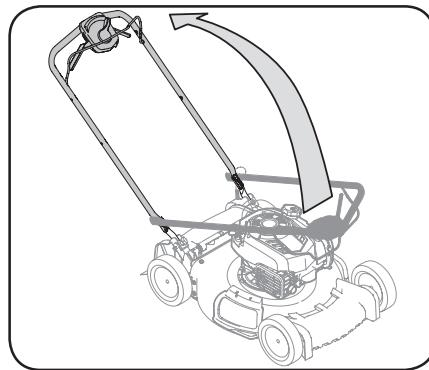

Figura 2-8
- Siga los pasos a continuación para ensamblar el colector de recortes de césped (si fuera necesario). Asegúrese que la bolsa para recortes esté con el lado derecho hacia afuera antes de ensamblar (la etiqueta de advertencia estará hacia afuera). Consulte la Figura 2-8.